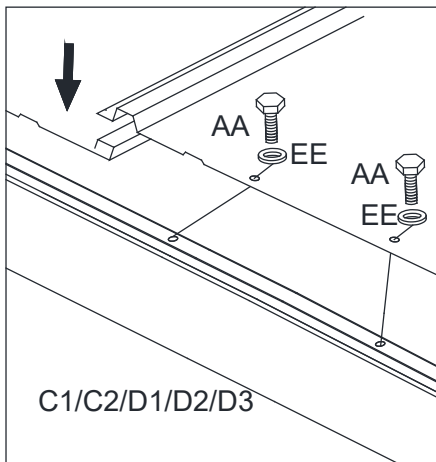

Figure 16-1
16. Connectez les panneaux du chapiteau (T1/T2/T3/T4/T5/T6/T7/T8) dans l'ordre indiqué sur la figure. Fixez-les à l'aide des boulons (AA0) et de la rondelle (EE). Voir les figures 16.1 à 16.4.